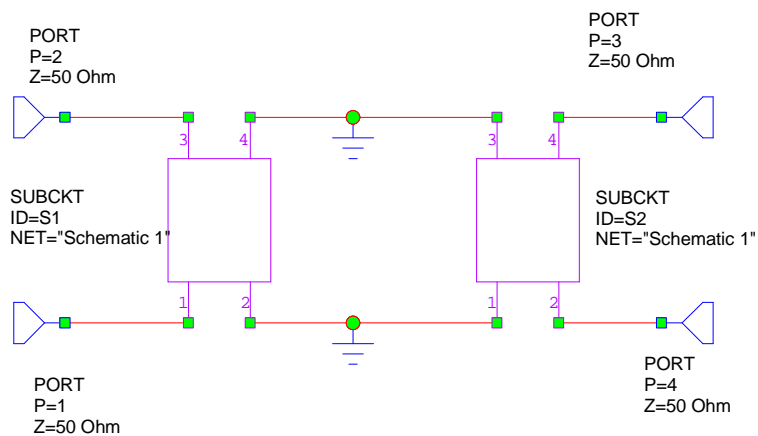

Рис.7
2.3.4.2 Создать эквивалентную схему переключателя в режиме, когда работает передатчик. Рис.7